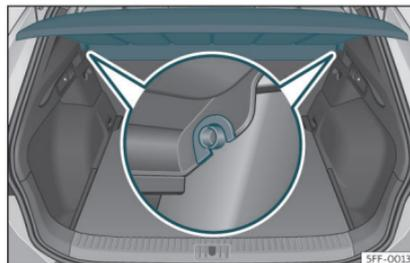

Fig. 106 Dans le coffre à bagages : dépose et repose de la plage arrière.
- Dégagez la plage arrière des supports latéraux >>> **fig. 106** en la tirant vers le haut puis en la détachant.
- Introduisez la plage arrière horizontalement en faisant coïncider la « forme en U » sur l'axe des supports >>> **fig. 106**, et appuyez vers le bas jusqu'à ce qu'elle s'encastre.